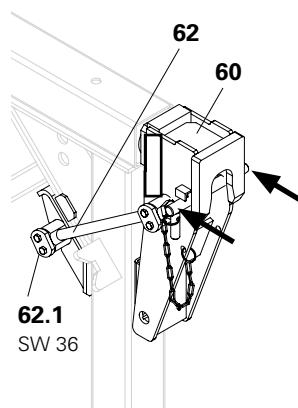

Fig. F2.04
2. Allentare entrambe le viti (62.1) dall'adattatore del contrafforte (62), SW 36.
4. Disporre l'attacco di sospensione SB (60) sul contrafforte, spingere le viti attraverso i fori a destra e a sinistra e attraverso i fori dell'adattatore del contrafforte.
5. Fissare l'attacco di sospensione con le viti al contrafforte. (Fig. F2.04)